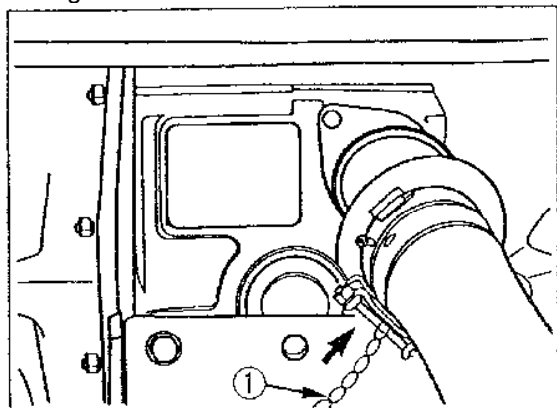

Figure 10
3. Hook the chain ① of the universal joint through upside of the shaft of the Front Mower, Figure 10.
3. Accrocher la chaîne ① au joint universel après l'avoir fait passer par dessus l'arbre de la tondeuse avant. Figure 10.